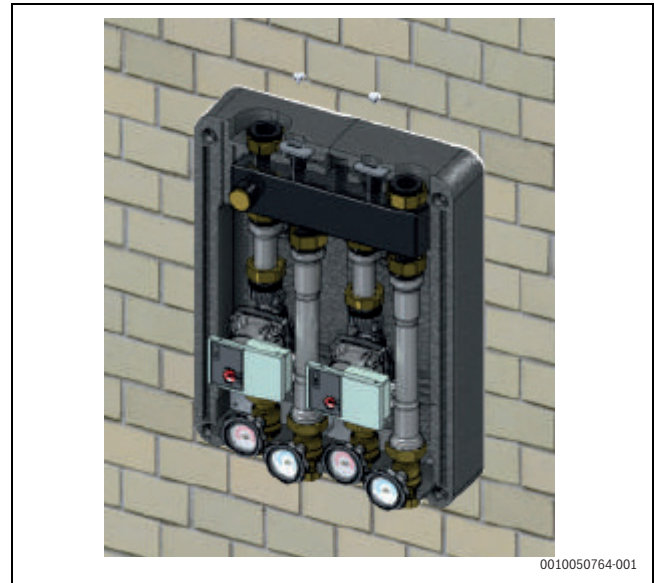

Fig. 408 Fixe o módulo na parede
5. Fixe o módulo na parede utilizando os suportes de parede previamente instalados (→ Fig. 408).